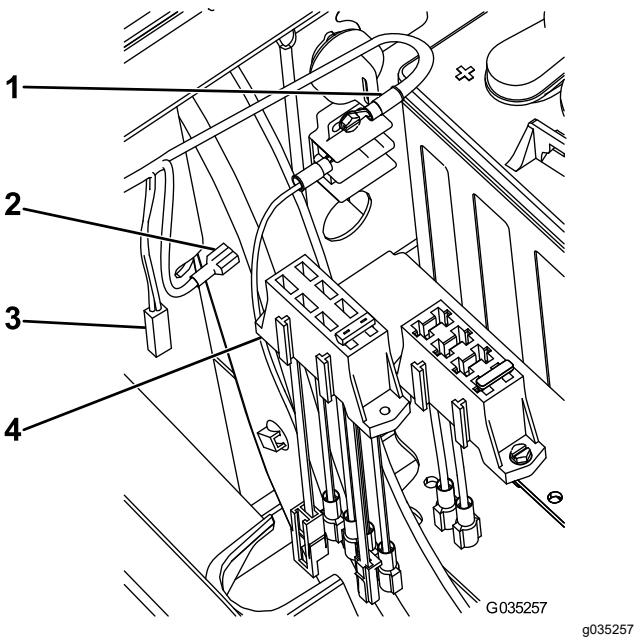

Figure 17
porte-fusibles sur le porte-fusibles existant sur la machine (Figure 17).
3. Branchez le grand connecteur du nouveau porte-fusibles sur le câble d'alimentation optionnel du porte-fusibles existant (Figure 17).
7. Connectez le fil restant au fil protégé par fusible sur le nouveau porte-fusibles (Figure 17).
- **Modèles n° de série 403448001 et précédents**, enclenchez le nouveau porte-fusibles sur le porte-fusibles existant sur la machine (Figure 17).
2. Branchez le grand connecteur du nouveau porte-fusibles sur le câble d'alimentation optionnel du porte-fusibles existant (Figure 17).
6. Connectez le fil restant au fil protégé par fusible sur le nouveau porte-fusibles (Figure 17).